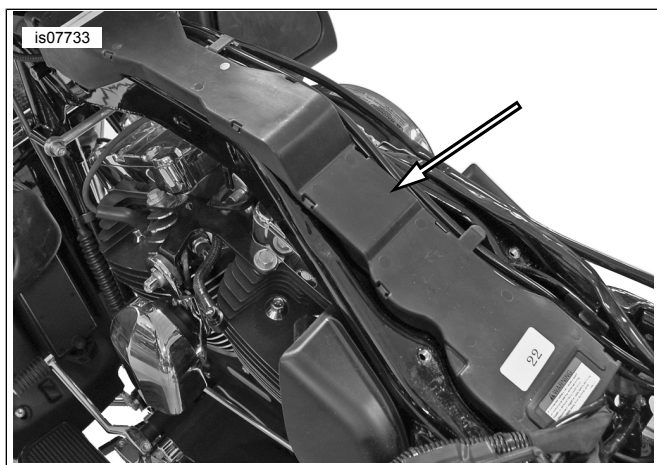

Рисунок 1. Канал провода
6. См. рис. 1. Снимите крышку лотка проводки.